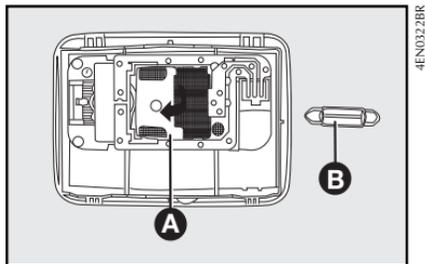

fig. 58
- abra la tapa **A-fig. 58**, en el sentido indicado por la flecha;
- saque la lámpara **B-fig. 58** y sustitúyala;